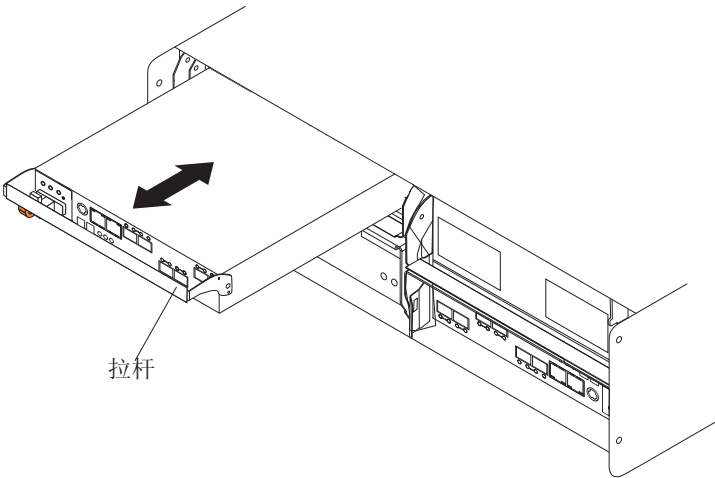

图 16. 卸下并重新安装控制器
2. 慢慢将拉杆从机箱中拉出以从托架卸下控制器, 如图 16 中所示。